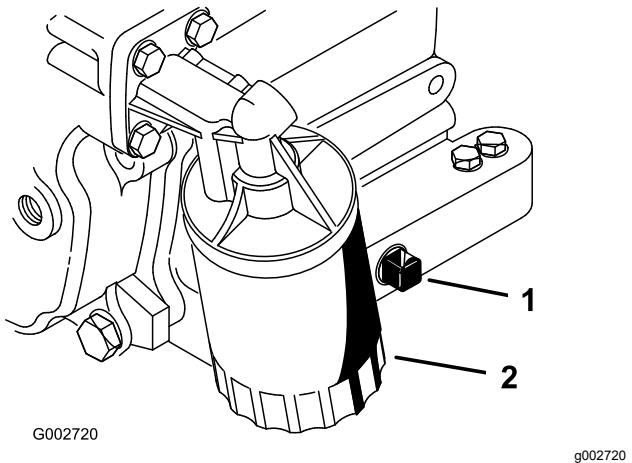

Figura 27
2. Retire el tapón de vaciado (Figura 27) y deje fluir el aceite a un recipiente apropiado. Cuando el aceite deje de fluir, coloque el tapón de vaciado.
3. Retire el filtro de aceite (Figura 27).